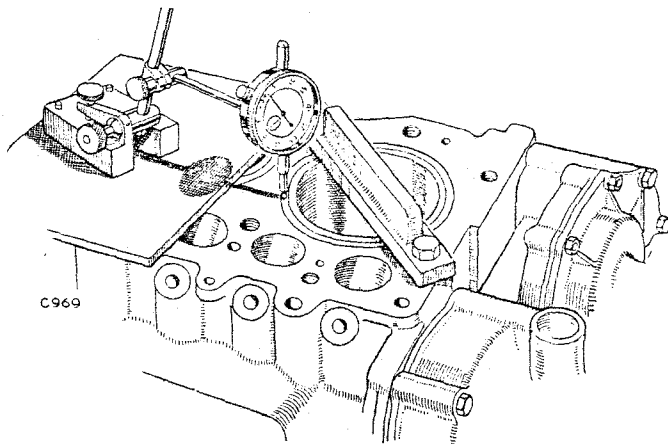

Fig. A-317—Comprobación de la extensión de la camisa de cilindro.
3. Colóquese cada camisa a su vez en la manera ilustrada y apriétense los pernos de sujeción hasta la presión de 8,9 mkg. Móntese un indicador de pruebas a cuadrante y verifíquese que el borde exterior saliente de la camisa del cilindro esté de 0,05 a 0,10 mm encima de la cara de junta de la culata de cilindros. Véase Fig. A-317 y ajústese, si fuese necesario, retirando la camisa y poniendo una arandela adecuada debajo de la brida. Sujétese y vuélvase a verificar la camisa según precedentemente indicado. Las arandelas son disponibles en las dimensiones 0,05 mm y 0,10 mm de espesores.